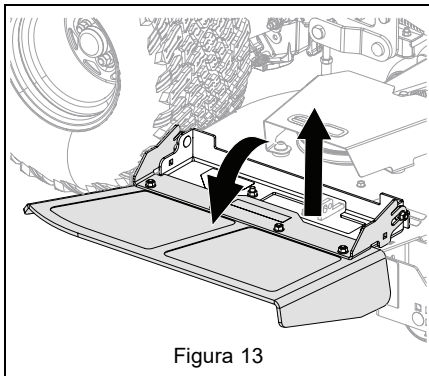

Figura 13
16. Suba ligeramente la tolva de descarga y gírela hacia abajo a la posición de trabajo. Consulte Figura 13.